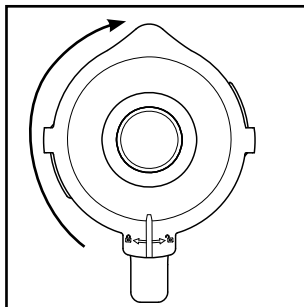

Fig. 2
- 4) Volte a colocar a tampa **2** desalinhada no copo misturador **3** e pressione-a firmemente. Feche a tampa **2**, rodando-a no sentido dos ponteiros do relógio, para a posição , até ela encaixar de forma audível (ver fig. 2). Verifique se o bico de esvaziamento no copo misturador **3** está fechado. O motor só pode arrancar quando a tampa **2** estiver corretamente alinhada.